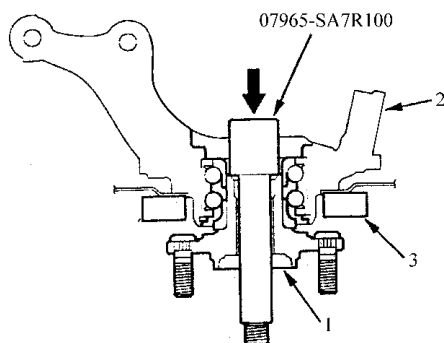

图 6-21 压出轮毂
1) 如图 6-21 所示,借助专用工具和液压机,将轮毂与转向节分离。用液压机或等效工具的附件将转向节夹紧。注意不要使挡泥板变形。夹紧轮毂,防止释压后掉下来。